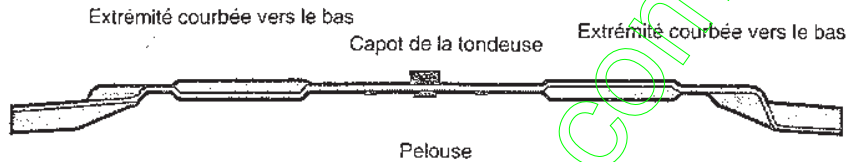

Figure 5-6: Installation correcte de la lame.
4. Placez la lame, ses extrémités courbées vers le bas (Figure 5-6).